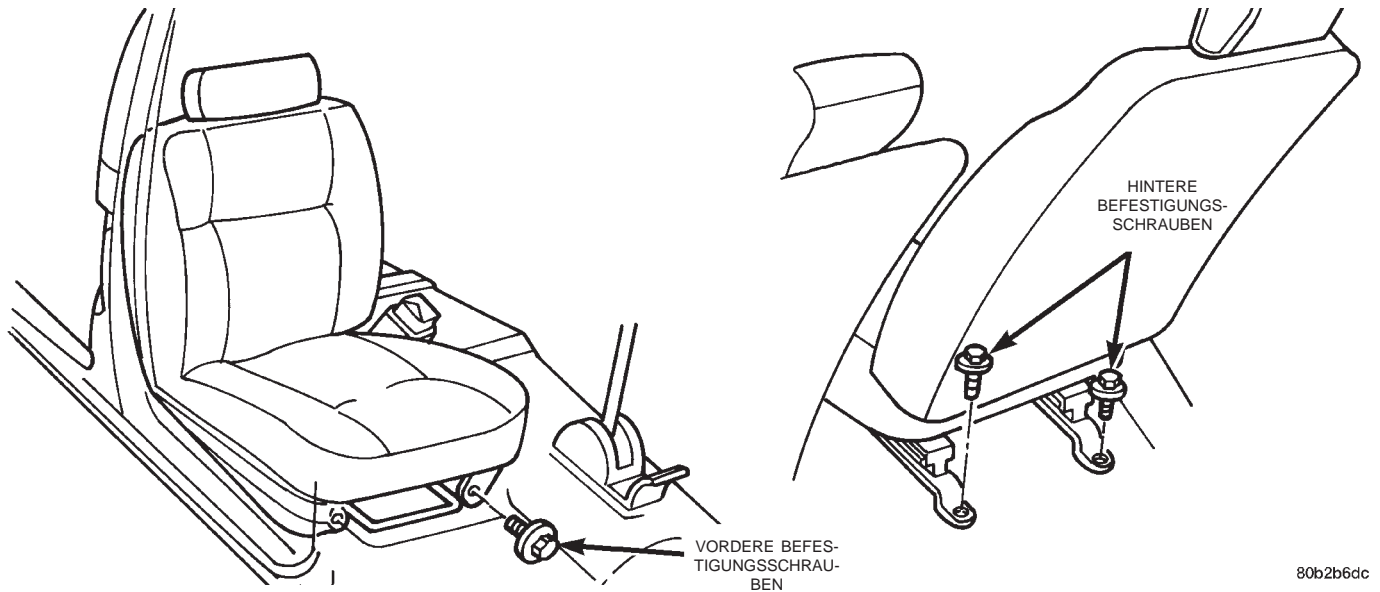

Abb. 43 Vordersitz ausbauen
(1) Den Vordersitz so weit nach vorne schieben, dass die Befestigungsschrauben der hinteren Halterung im Fußraum freiliegen.
(2) Befestigungsschrauben lösen, mit denen die Sitzschiene hinten im Fußraum befestigt ist (Abb. 43).
(3) Sitz nach hinten schieben.
(4) Befestigungsschrauben lösen, mit denen die Sitzschiene vorn an der Fußraumauskleidung befestigt ist.
(5) Kabelbaum-Steckverbinder des Vordersitzes vom Kabelbaum-Steckverbinder der Karosserie abziehen.
(6) Vordersitz aus dem Fahrzeug nehmen.